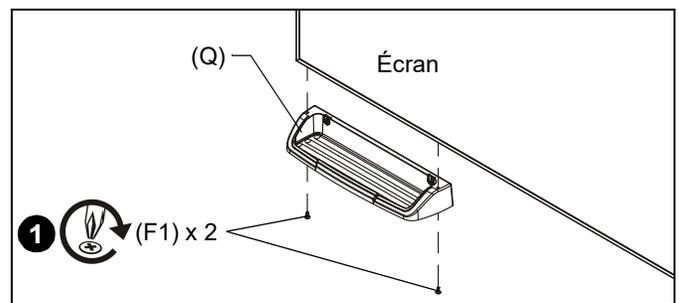

Figure 54
1. Fixez le porte-feutres (Q) le long du bas de l'écran en utilisant deux vis auto-perceuses n°8 x 1/2 po (F1). (Voir figure 54)